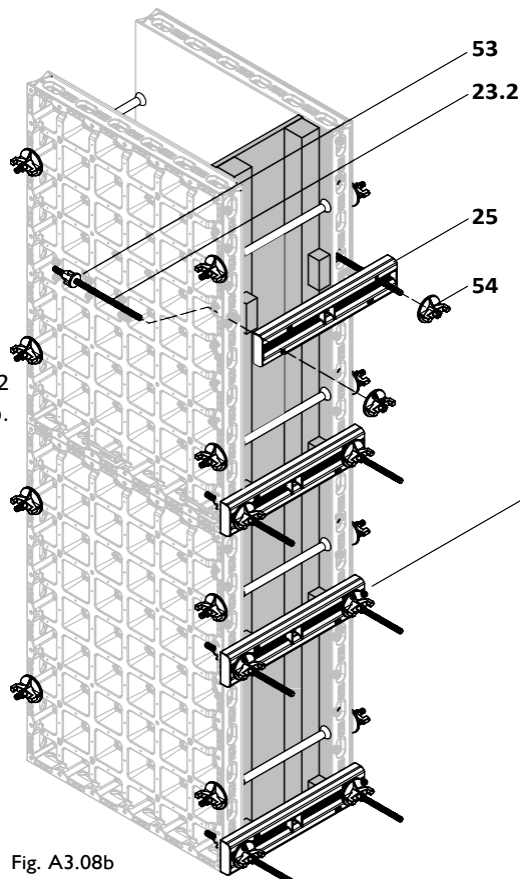

Fig. A3.08b
- Крилчатата гайка DW 15 (54) и изравняващ ригел DUO (25) за челно затваряне. (Fig. A3.08b)
2. От страната на елемента завийте гайката (53) на ъгловия анкер DUO (23.2).
3. Закрепете изравняващия ригел DUO 62 (25) към ъгловия анкер и дръжте здраво.
4. Завийте крилчатата гайка DW 15 (54) на ъгловия анкер DUO (23.2) с ръка. (Fig. A3.08b + A3.08c)